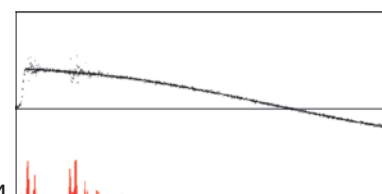

Bild 4
4. Teilentladungserfassung mit Laplace-Filter (Bild 4)